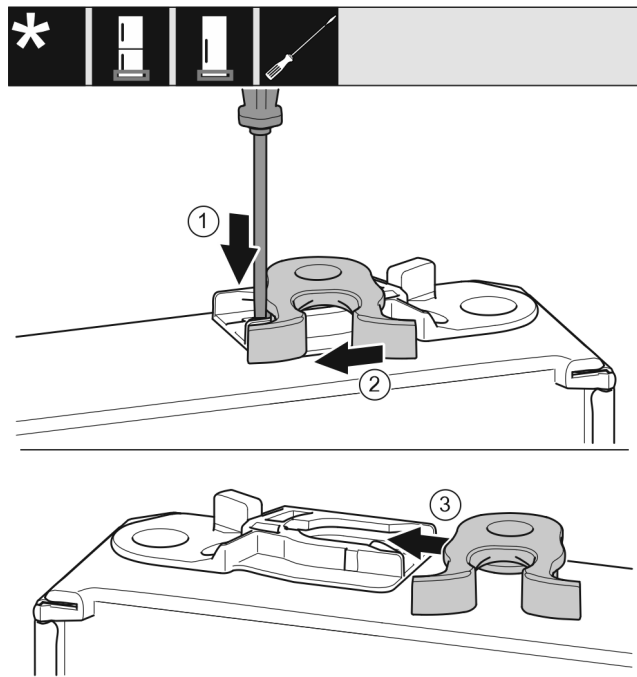

Fig. 24 *
- Nyomja le a fedőlemezt Fig. 24 (1) lapos csavarhúzóval.*
- Húzza ki a záróhorgot Fig. 24 (2) a vezetősínből.*
- Tolja be a záróhorgot Fig. 24 (3) a másik oldalon lévő vezetősínbe.*